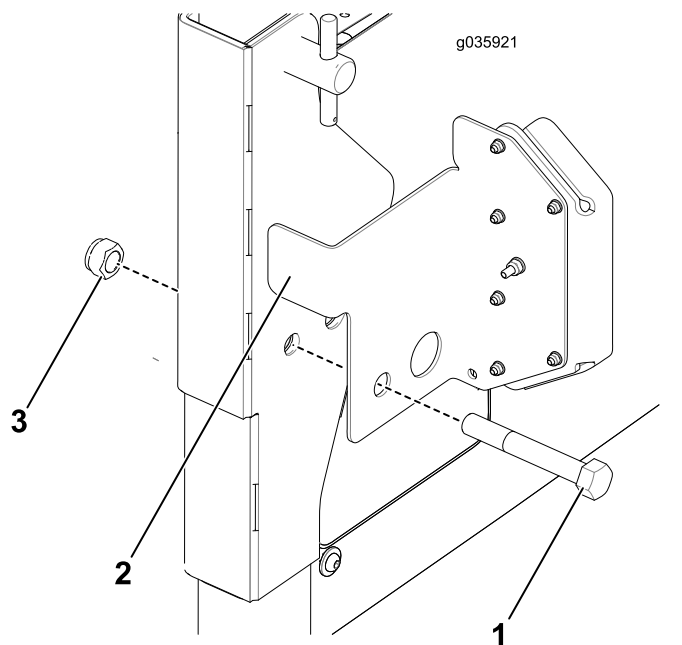

Bild 2
3. Richten Sie das Loch in der linken Lampenhalterung (Bild 2) mit dem Loch im unteren Überrollschutzrahmen aus und setzen Sie den Bolzen (16 x 110 mm) ein.